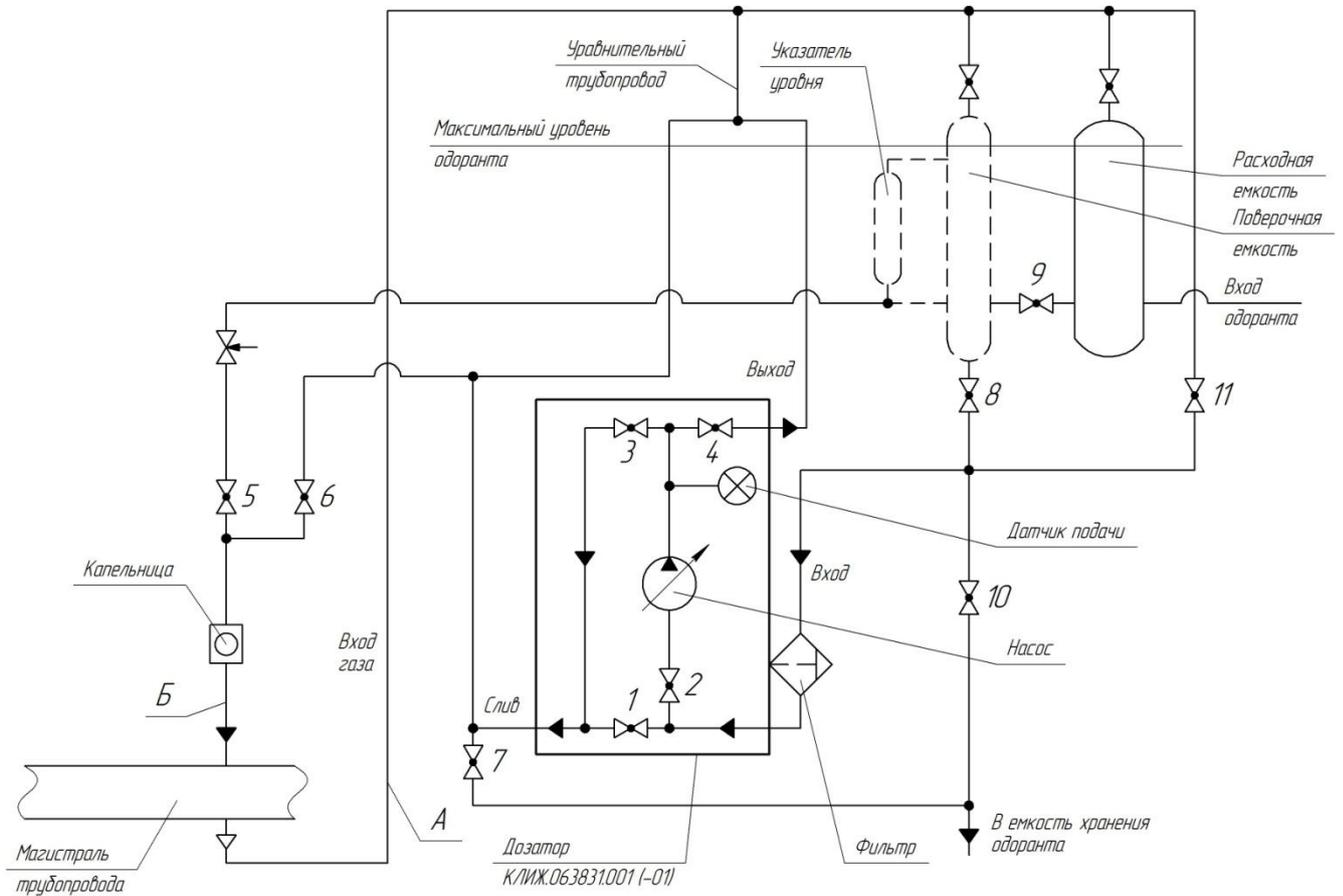

Рисунок 29 – Схема монтажа дозатора
- при монтаже дозатора, необходимо выполнить монтаж уравнительного трубопровода (см. рисунок 29) для исключения поступления одоранта в трубопровод низкого давления при выходе из строя (залипания) выходного клапана насоса (см. поз.4 рисунка 22) в случае значительной эжекции газовым потоком и/или разности давлений в расходных емкостях и в выходном трубопроводе дозатора;
- перед началом работы дозатор необходимо заполнить одорантом. Это можно обеспечить повышением давления в расходной емкости по сравнению с давлением в емкости хранения одоранта не менее чем на 0,15 МПа (1,5 кгс/см2) при открытых кранах 8, 2, 3, 7 (см. рисунок 29);
- во время одоризации давление в расходной емкости должно быть равно давлению газа в газопроводе. Это обеспечивается трубопроводом А (см. рисунок 29), при этом забор газа для выравнивания давления (при помощи трубопровода А) должен производиться в той же точке газопровода, в которой происходит ввод одоранта (трубопровод Б).